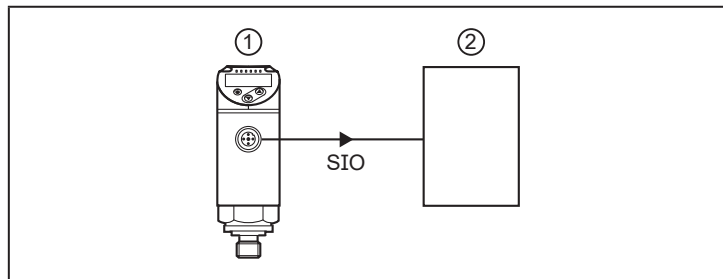

Fig. 4.1 : Exemple d'un système de capteurs conventionnel avant l'intégration du répartiteur de données
-  Le capteur / actionneur raccordé (→ Abb. 4.1) doit avoir la fonctionnalité IO-Link.